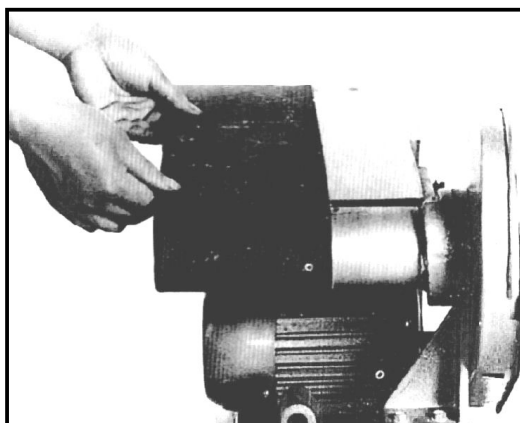

Figura 23 – Montaggio del nastro abrasivo Art. 0662.
2. Inserite il nastro nuovo sui due rulli di guida, assicurandovi di rispettare il verso di rotazione del nastro (figura 23).